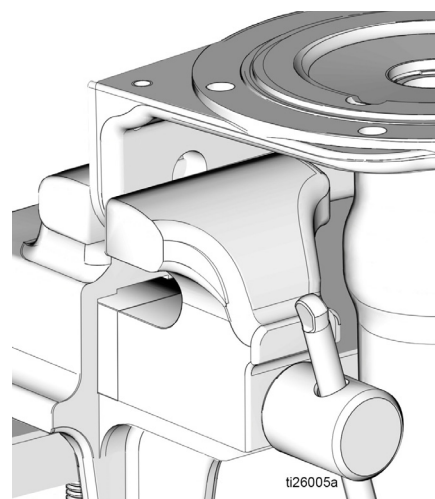

Рис. 26
18. Измените положение основания насоса (1) в тисках, как показано на Рис. 26.